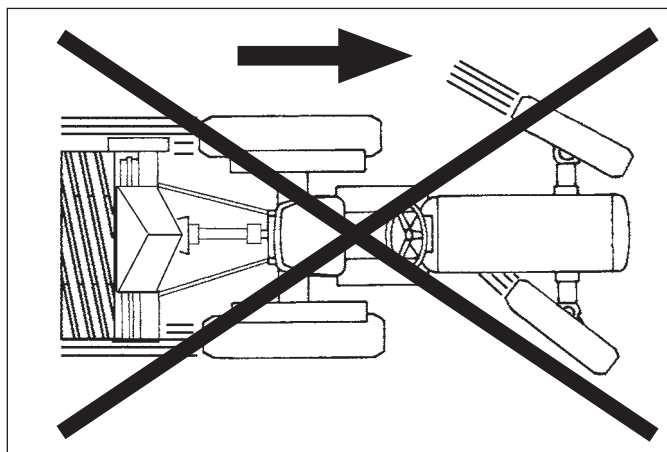
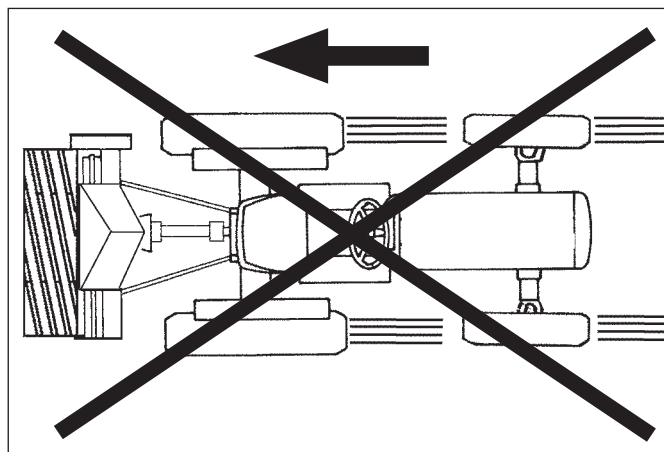

Fig. 5
Fig. 6
- Quando si lavora evitare di effettuare curve con la macchina interrata (Fig. 5), e di lavorare in retromarcia (Fig. 6).
- *Pendant le travail, évitez de faire des virages avec la machine terrée (Fig. 5) ou de travailler en marche arrière (Fig. 6).*
- Bei der Arbeit ist es zu vermeiden, Kurven zu fahren, wenn das Gerät in den Boden eingezogen ist (Abb. 5). Man sollte in einer solchen Situation auch nicht im Rückwärtsgang fahren (Abb. 6).
- Avoid driving round curves when the machine is digging into the soil (Fig. 5) and do not work in reverse (Fig. 6).
- Cuando se trabaja no efectuar curvas con la máquina enterrada (Fig. 5) y no trabajar tampoco marcha atrás (Fig. 6).